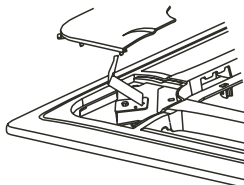

Рис. 4-14
Выверните болты, отсоедините заглушки и выньте их (см. рис. 4-14).
- 5) Слегка подвигайте панель в направлениях, отмеченных стрелками (рис. 4-14 d), совмещая центр панели с центром отверстия в подвесном потолке. Убедитесь, что винты по углам панели обеспечивают надежное крепление.